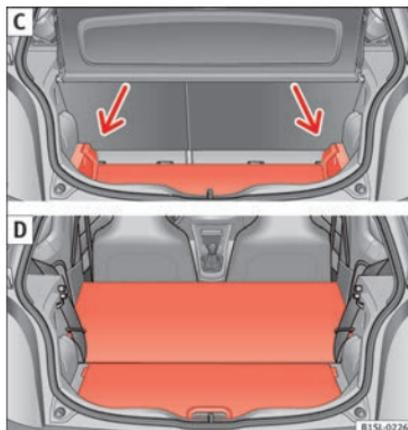

Abb. 72 C: Gepäckraum nach unten vergrößern. D: Gepäckraum nach vorne vergrößern.
- Den Gepäckraumboden anheben und in der Schiene nach unten drücken » **Abb. 72 C** (Pfeile).